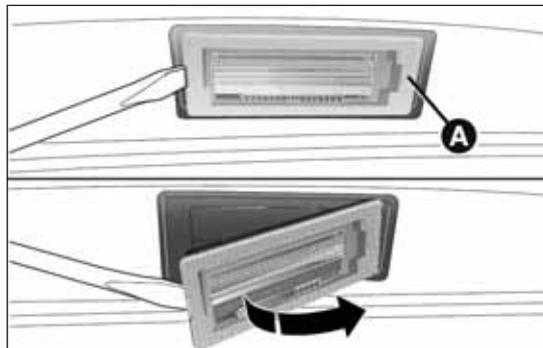

fig. 190
- ❑ retirar el aplique transparente A fig. 190;
- por último, volver a montar el aplique transparente A fig. 190.